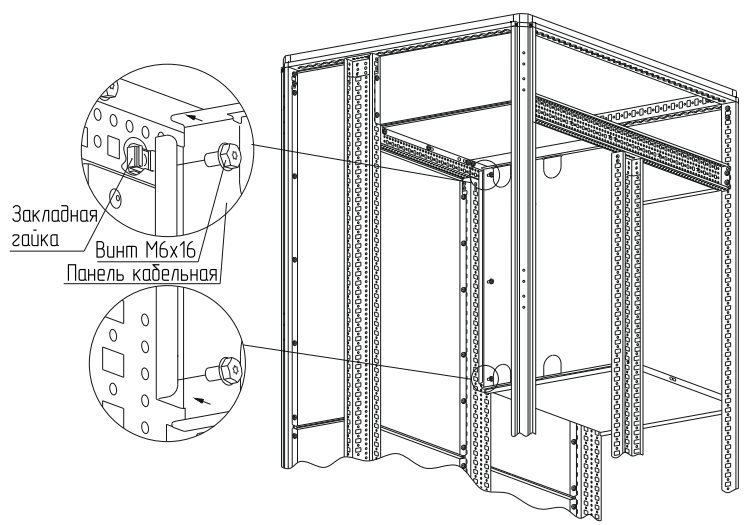

Рисунок 63
– вариант 1. Набором «закладная гайка М6 – винт М6х16 – шайба 6.4». Для этого предварительно установите закладные гайки в квадратные отверстия реек монтажных (рисунок 63) и стоек в места, соответствующие высоте и отверстиям панели, и закрепите панель винтами М6х12 с шайбой. Момент затяжки – 7 Н·м. Набор крепежа приобретается отдельно;